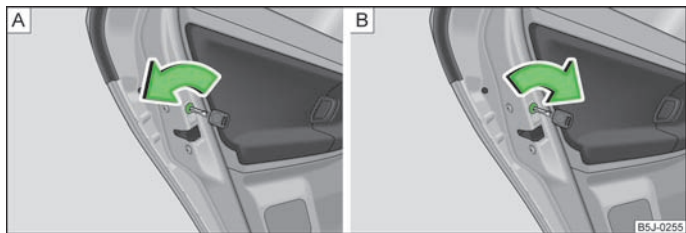

Abb. 10 Kindersicherung einschalten: für Fahrzeuge ohne bzw. mit Zentralverriegelung
- Bei Fahrzeugen ohne Zentralverriegelung den Schlitz der Sicherung an der linken Tür entgegen dem Uhrzeigersinn drehen » Abb. 10 - [A], an der rechten Tür im Uhrzeigersinn.
- Bei Fahrzeugen mit Zentralverriegelung den Schlitz der Sicherung an der linken Tür im Uhrzeigersinn, an der rechten Tür entgegen dem Uhrzeigersinn, drehen » Abb. 10 - [B].